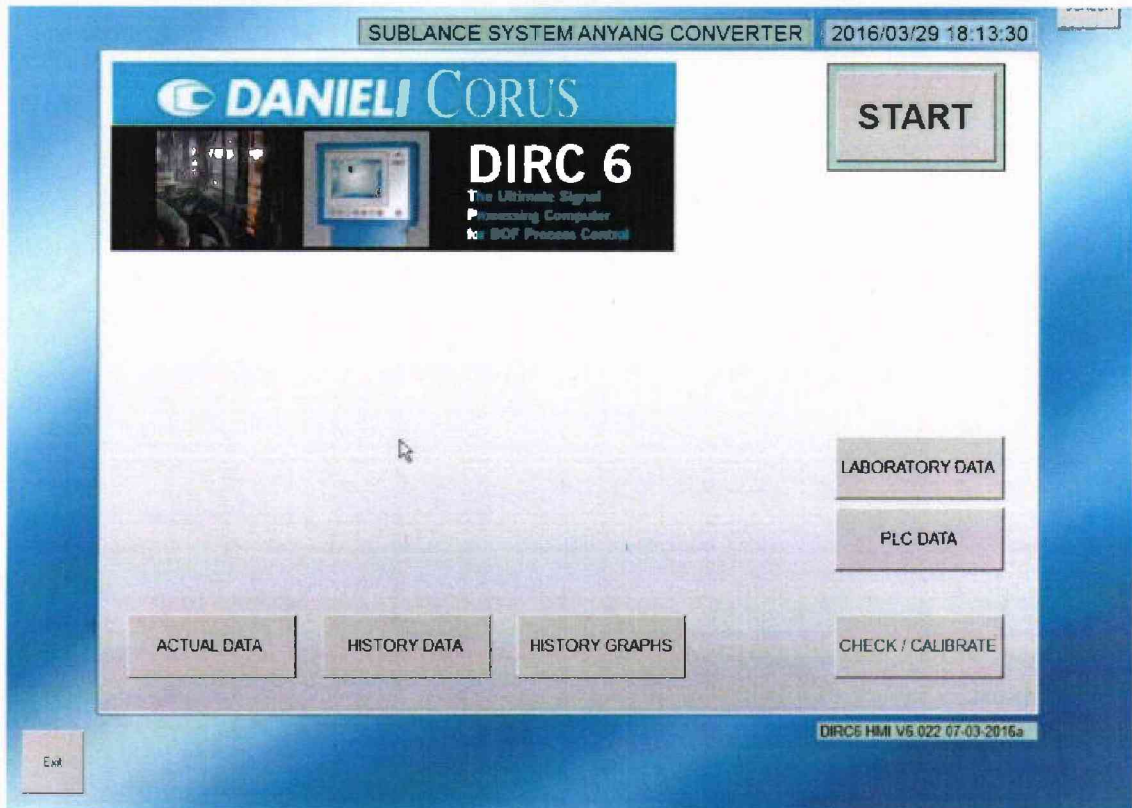
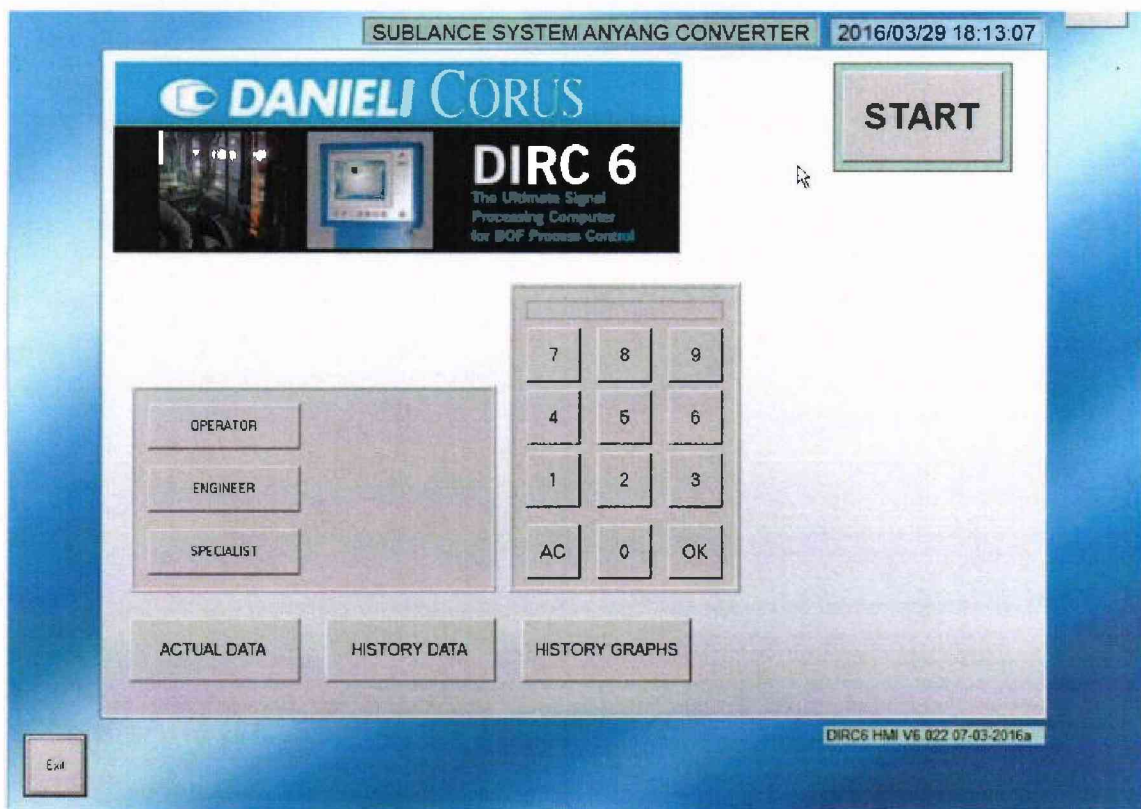

Рисунок 3
Рисунок 4
6.3.1.3 Для снятия показаний при поверке необходимо войти в режим «калибровка», для этого в главном меню прибора (Рисунок 3), нажимают на поле с логотипом DANIELI CORUS, после чего появляется форма для ввода пароля (Рисунок 4).